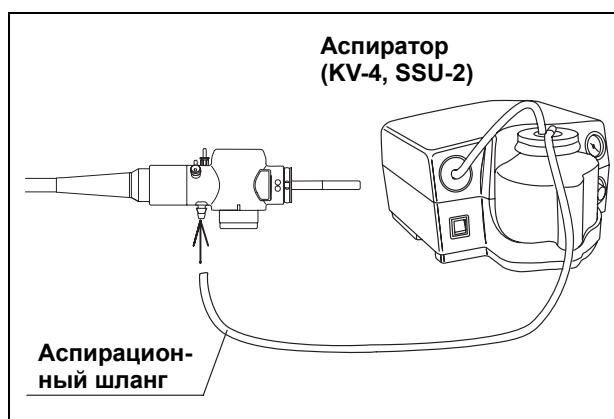

Рисунок 3.14.
7. Подключите аспирационный шланг аспиратора к аспирационному разъему на световодном разъеме эндоскопа (п. Рисунок 3.14.).